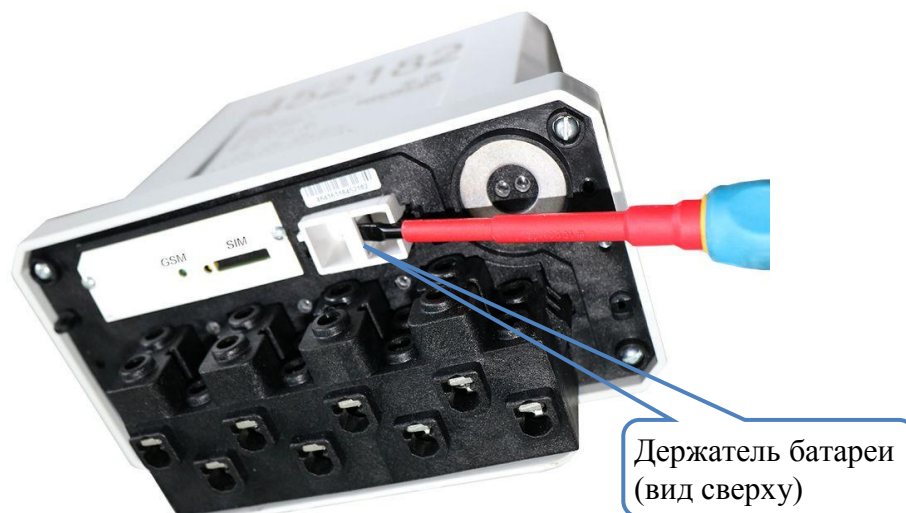

Рисунок 14.3 – Замена батареи в счетчике для наружной установки
14.1.7 Для установки или замены батареи счетчика для наружной установки отвернуть пломбировочные винты, удерживающие крышку зажимов, и снять ее. Извлечь держатель батареи (рисунок 14.3), используя отвертку с прямым шлицем как рычаг. Удалить старую (при наличии) и установить новую батарею в держатель, соблюдая полярность согласно маркировке на корпусе держателя (рисунок 14.2). Установить держатель с батареей в батарейный отсек. Установить крышку зажимов и зафиксировать ее винтами.